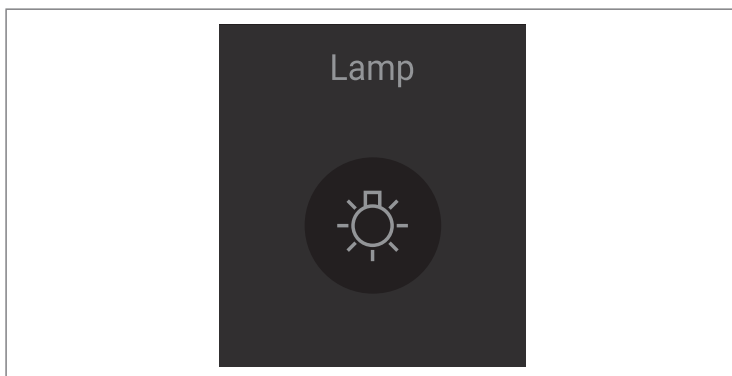

Рис. 4.3
4. Коснитесь символа лампы на сенсорной панели, удерживая эндоскоп так, чтобы его дистальный конец был направлен в противоположную от глаз сторону (рис. 4.3).